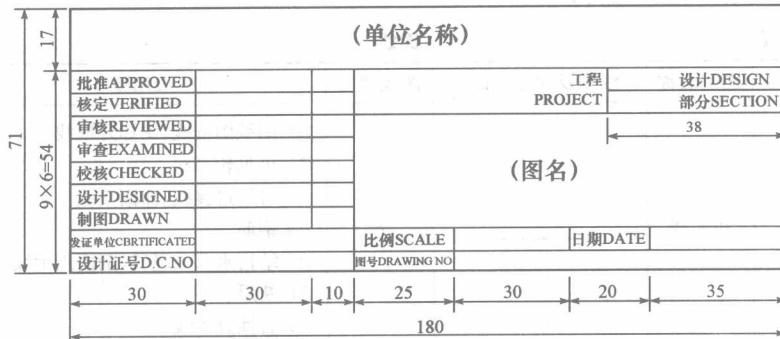

图 1-5 涉外工程标题栏
2)涉外工程标题栏,可采用与图 1-3 相同的标题栏尺寸,同时加外文译文,见图 1-5。